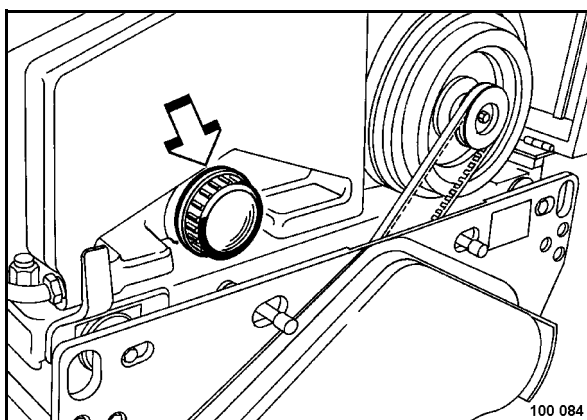

рис. 76
- Открутить сливную крышку (рис. 76).